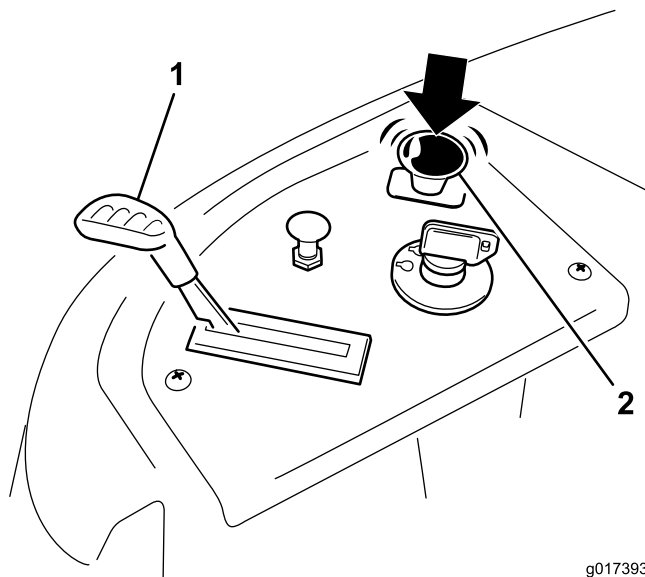

Figure 12
2. Placez la manette d'accélérateur en position haut régime (Figure 12).
3. Désengagez les lames en plaçant la commande des lames en position Désengagée (Figure 12).